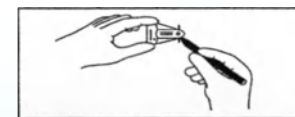

РИС. 8
- д) Когда магнит в устройстве MAGNA-FINDER® будет расположен перпендикулярно основанию MAGNA-FINDER®, пометьте ткань хирургическим маркером в местах двух меток, имеющихся на основании устройства MAGNA-FINDER®. Линия между этими двумя пометками указывает положение одной плоскости, как показано на Рис. 8. Гнездо MAGNA-SITE® расположено в одной точке на указанной плоскости.